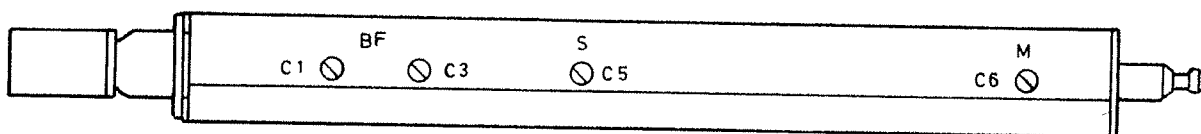

Bild 43. Kanalenhet FR 16, F3600-000308
- Bestäm oscillatorns båda gränshänsfrekvenser («hållområde») med hjälp av kondensatorn C6 på kanalenhetens ovansida (se bild 43).
- Bestäms oscillatorns »hållområde» med hjälp av kondensatorn C5 på kanalenhetens ovansida (se bild 43) förfar enligt avsnitt 6.5.2.